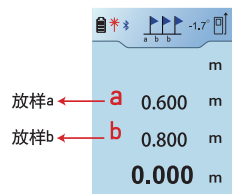

图10
1. 进入放样：长按 **READ** 键，如图10所示；
1) 进入放样后，图10中放样a的图标闪烁，通过 **+** **-** 键调整a的大小(长按 **+** **-** 键可增加调整幅度)。
2) a设定后，图10中放样b的图标闪烁，通过 **+** **-** 键调整b的大小(长按 **+** **-** 键可增加调整幅度)，